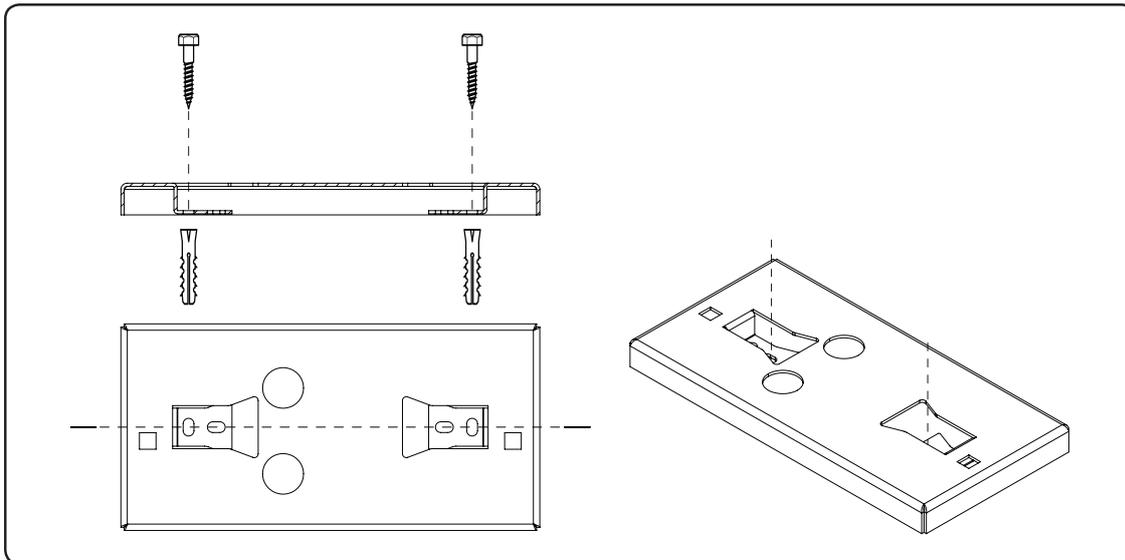

Fig. 2
- Además de los finales de carrera presentes en la unidad, es necesario que en cada una de las dos posiciones extremas del recorrido haya un seguro mecánico fijo que pare la cancela en caso de mal funcionamiento del final de carrera. Con este objetivo el seguro mecánico tiene que ser dimensionado para poder resistir el empuje estático del motor más la energía cinética de la cancela (L) (Fig. 2).